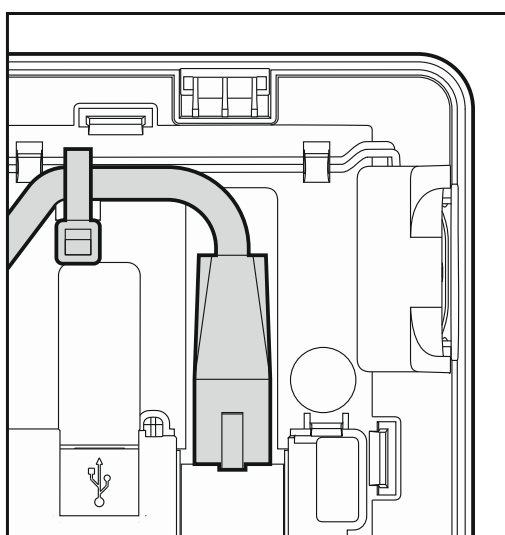

Рис. 5. Способ установки кабеля сети Ethernet.
- Если клавиатура должна быть подключена к сети Ethernet (должно отображаться изображение с видеокamer или должна использоваться клавиатура, работающая в режиме SLAVE), подключите кабель RJ-45 к соответствующему разъему. Используйте кабель, совместимый со стандартом 100Base-TX (такой же, как при подключении компьютера к сети). Рекомендуется использовать сетевой плоский кабель, который более гибкий, и закрепить его с помощью хомута (см.: рис. 5).